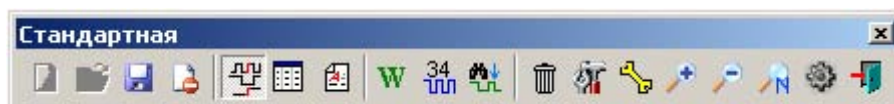

Рис. 40 Один из возможных вариантов представления панели инструментов «Стандартная»
- панель «Стандартная» (рис. 40);